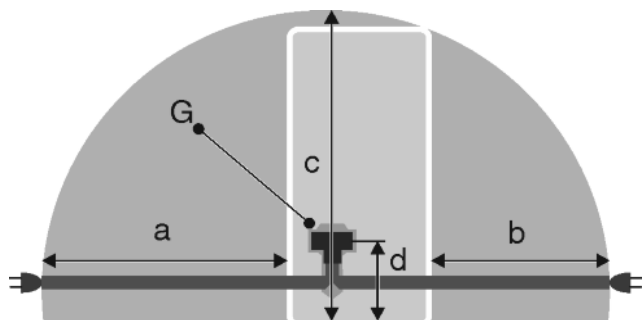

Fig. 44
- La prise de courant est en dehors de la zone postérieure de l'appareil dans la zone concernée. Fig. 44 (a, b, c)
► Introduire la fiche de l'appareil Fig. 44 (G) au dos de l'appareil. Veiller à ce qu'elle s'introduise correctement.